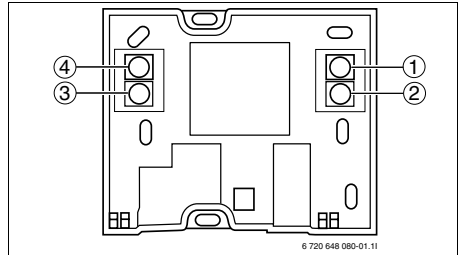

Bild 34 Anschlussmaße
- Kontrollieren, ob die vier Kabel wie auf (Bild 34) an die Kontakte angeschlossen sind.
Achten Sie sorgfältig darauf, dass Sie den Raumfühler ordnungsgemäß anschließen, so dass +12V, CANH, CANL und GND laut Abbildung 34 an den entsprechenden Anschlüssen ([31-34] oder [35-38]) auf der Leiterplatte angeschlossen werden. Siehe Schaltplan Externe Anschlüsse im Installationshandbuch der Wärmepumpe. Für eine Beschreibung von CAN-BUS LCD, siehe Installationshandbuch der Wärmepumpe.